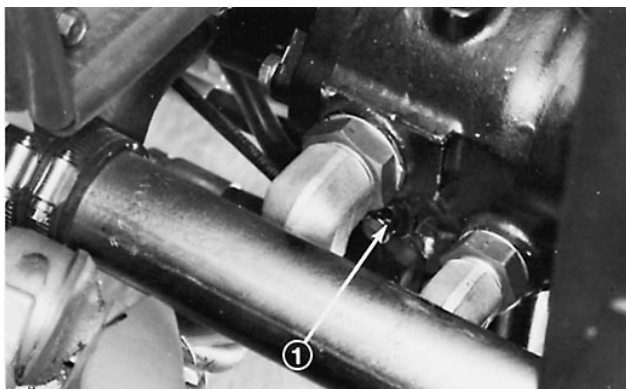

Figure 29
1. La vanne de dérivation se trouve à gauche de la pompe (Fig. 29). Desserrer la vanne d'un demi à un tour dans le sens contraire des aiguilles d'une montre pour l'ouvrir et dériver l'huile à l'intérieur. Il est alors possible de déplacer la machine (lentement) sans endommager la transmission.